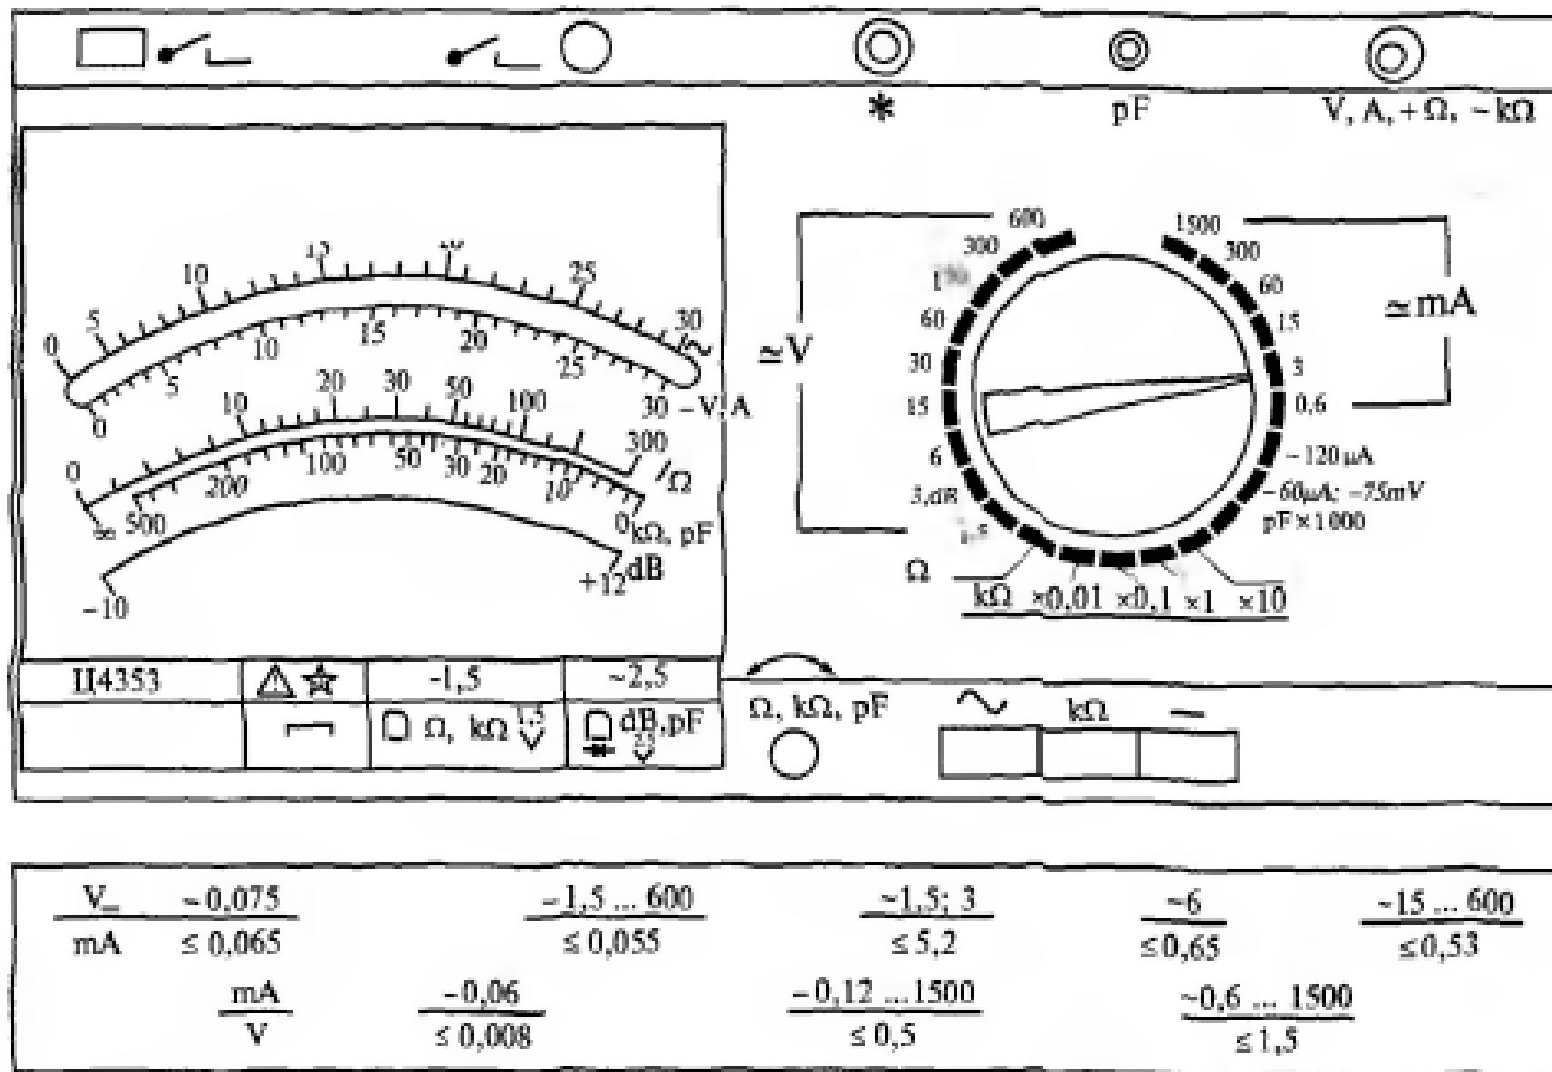

Рис. 4.1. Изображение лицевой панели мультиметра М4353 и данные с задней панели прибора, необходимые для определения его входного сопротивления
• **Пример 4.1.** На рис. 4.1 изображена лицевая панель мультиметра Ц4353. Требуется определить перечень измеряемых данным прибором параметров.